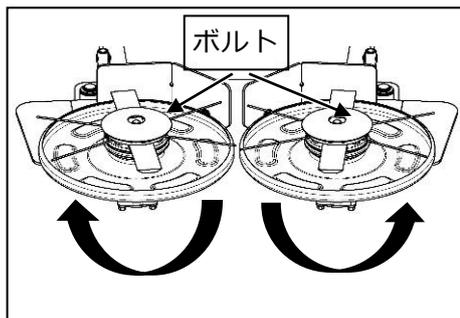

図 2
- ③図 2 を参考に刈取部を回転させ、刈刃を上に向けてください。
- ④刈刃、ボルトの摩耗を点検してください。